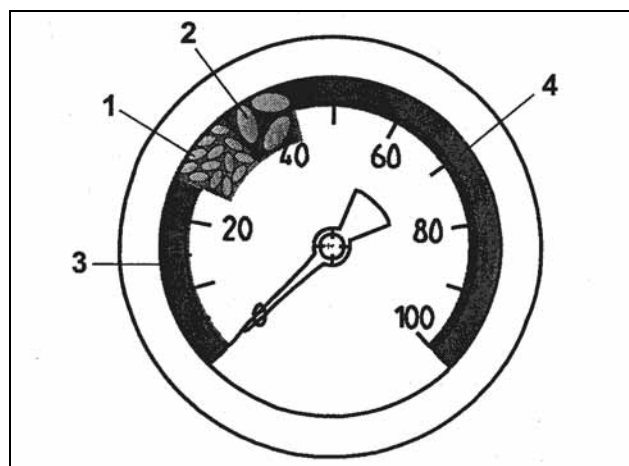

Fig. 108
- 25 e 35 mbar (Fig. 108/1), oppure
- tra 35 e 45 (Fig. 108/2) mbar.